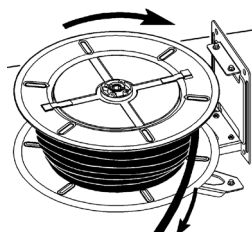

FIG 4
5. Unwind completely the hose from the drum. Fig.4
4. Ta bort styrarmen och sidostödet så att rullen blir åtkomlig. Fig.4.
- Remove the hose guide arm and the side bar so it will be within reach of the drum. Fig. 4.
- Ta bort styrarmen och sidostödet så att rullen blir åtkomlig. Fig. 4.